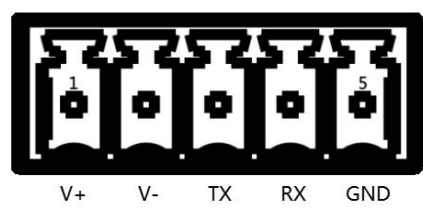

图 4-3 5pin 凤凰端子管脚图
- 5pin 凤凰端子为拨插式接线端子，间距：3.5mm，接口管脚如图 4-3 所示。